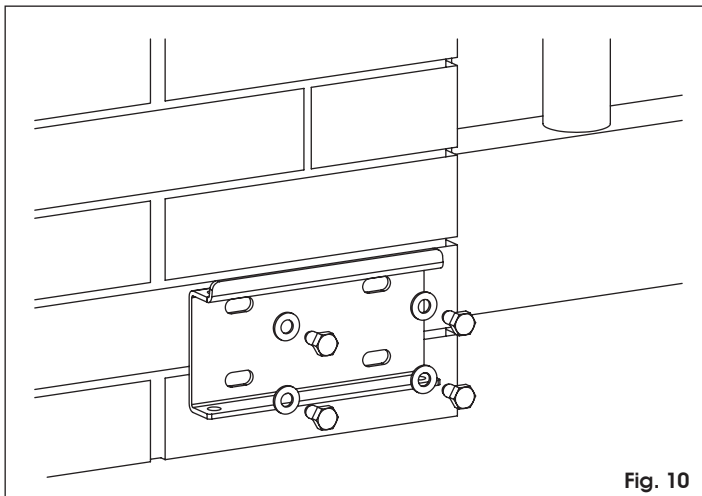

Fig. 10
3. Fixer la patte postérieure dans la position déterminée précédemment en utilisant quatre vis M8. Pendant la fixation, respecter l'orientation de la Fig. 10 et contrôler l'horizontalité de la patte avec un niveau à bulle.